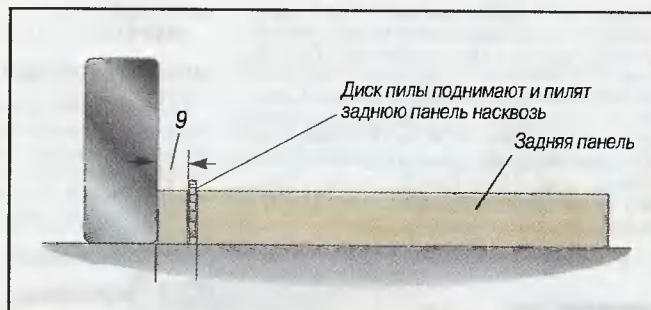

Рис. 3. Подгонка задней панели. Вид с торца.
2. Поднимают диск пилы на 13 мм и отпиливают от задней панели тонкую полоску между диском и направляющей. Используют толкатель. Делать это рукой опасно! Задняя панель теперь имеет необходимую высоту (рис. 3).